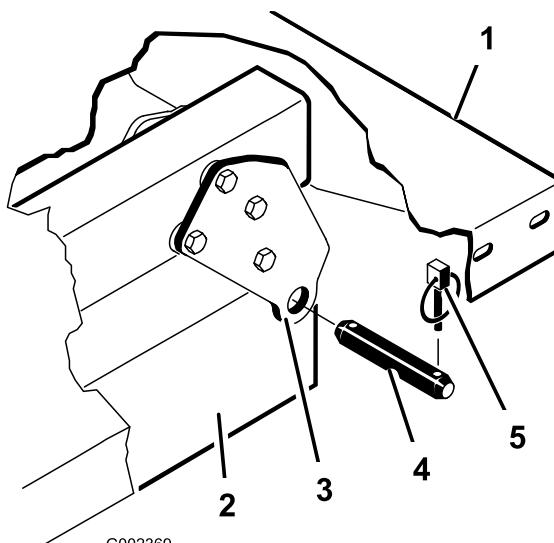

Figura 4
5. Rimuovete i perni con testa che fissano le estremità dell'asta del cilindro alle piastre di fissaggio del pianale, premendoli verso l'interno (Figura 4).
6. Rimuovete le coppiglie ad anello ed i perni con testa che fissano le staffe orientabili ai profilati del telaio (Figura 4)